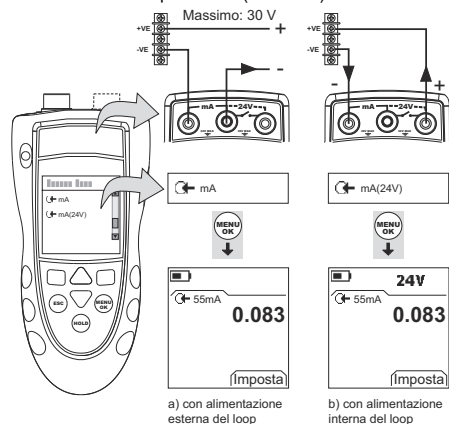

Figura 7: Esempio configurazione – Misurazione di mA
1. Collegare lo strumento (Figura 7) e, se necessario, modificarne il Setup (Tabella 1).
- Solo per DPI802/802P. Collegare lo strumento all'apparecchiatura di calibrazione (Figura 7).